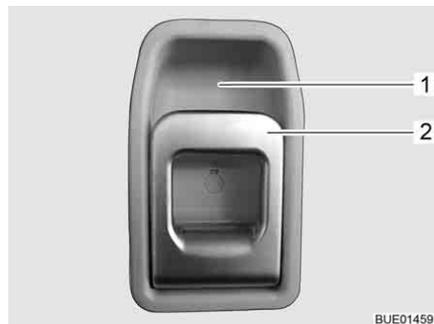

Fig. 46 Cerradura de la puerta de entrada, en el interior
- Tirar del tirador (Fig. 46,2). Se desbloqueó la cerradura de la puerta.
- Presionar la parte superior del tirador (Fig. 46,2) hacia el alojamiento del tirador (Fig. 46,1).